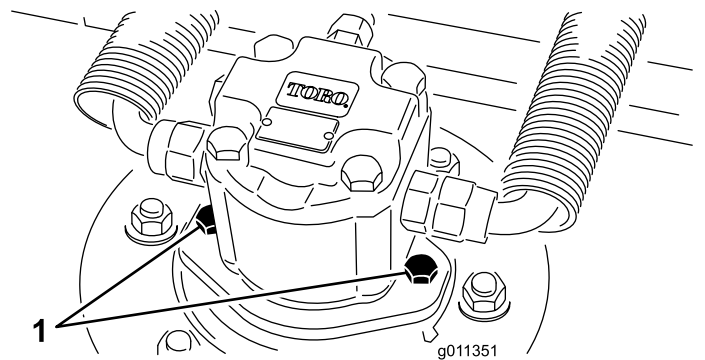

Figure 86
2. Débranchez et déposez le moteur hydraulique de l'unité de coupe (Figure 86). Couvrez le dessus de l'axe pour éviter toute contamination.
3. Montez le moteur hydraulique sur l'unité de coupe (Figure 86). Vérifiez que le joint torique est en place et en bon état.